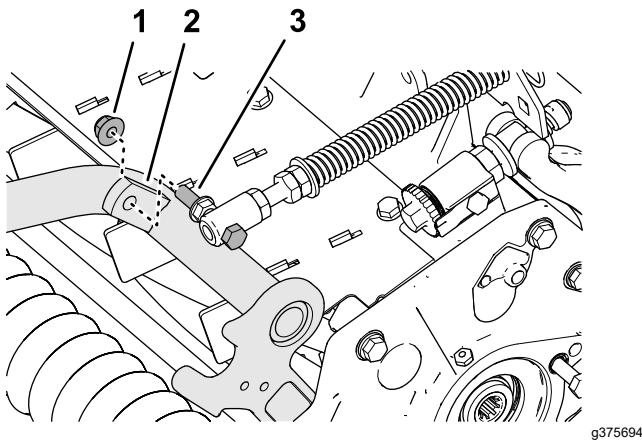

Figure 19
- Fixez le ressort de compensation sur la patte droite du bâti porteur (Figure 19) avec le contre-écrou à embase ($\frac{3}{8}$ po).